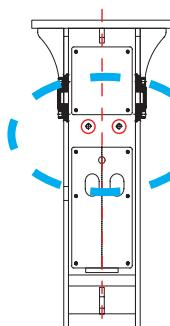
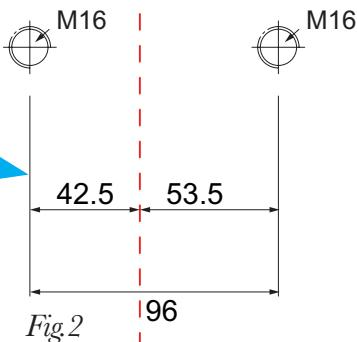

Fig.1
Fig.2
- Bestimmen Sie die vertikale Mitte (Fig.1) Ihres Hammergehäuses. Bohren Sie 2 x 14 mm große Löcher gemäß der Zeichnung in das Gehäuse (Fig.2). Schneiden Sie ein M16-Gewinde in beide Löcher.**
Determine the vertical center (Fig.1) of your hammer.
Drill 2X14mm holes into the house according to the drawing (Fig.2). Tap a M16 thread into both holes.